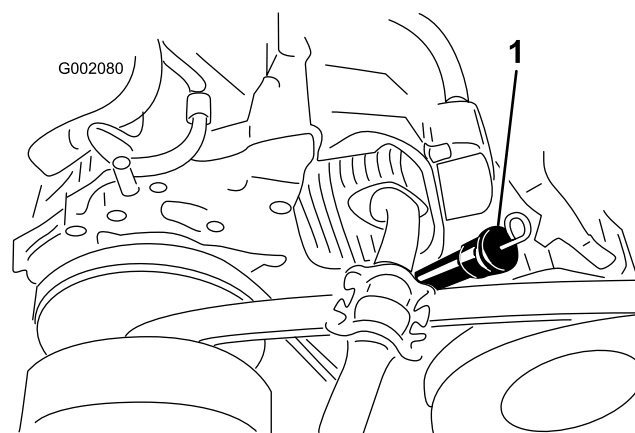
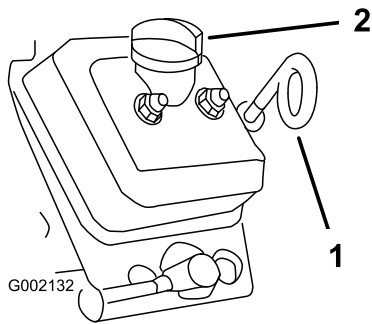

Figura 15
Figura 16
- Modelos **07266TC** y **07279** – la varilla de aceite y el tubo de llenado (Figura 15).
- Modelos **07273** y **07273TC** – la varilla de aceite y el tapón de llenado (Figura 16).
4. Retire la varilla de aceite y limpie el extremo (Figura 15 y Figura 16).
5. Introduzca la varilla a fondo en el tubo de llenado (Figura 15 y Figura 16). Retire la varilla y observe el extremo.
6. Instale la varilla de aceite y asíntela firmemente (Figura 15 y Figura 16).